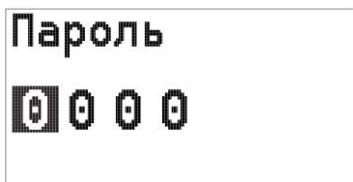

Рисунок 2.27 – Окно ввода пароля
- на индикаторе ЭЛЕМЕР-РЭМ-2 появится окно ввода пароля (рисунок 2.27) (если был установлен пароль на редактирование параметров с помощью внешнего ПО, заводская установка – запрос пароля отсутствует (0000)). Ввод пароля осуществляется в соответствии с п. 2.8.4.3.